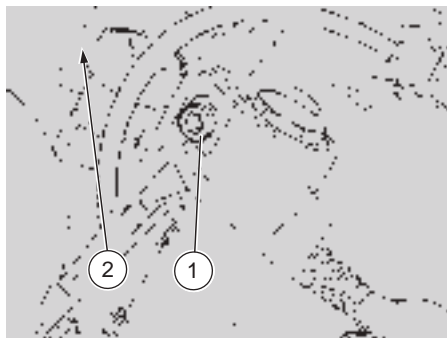

Fig. 42
- ◆ Allentare le due viti (1, 2 - Fig. 42).
- ◆ Serrare le viti (1, 2 - Fig. 42).